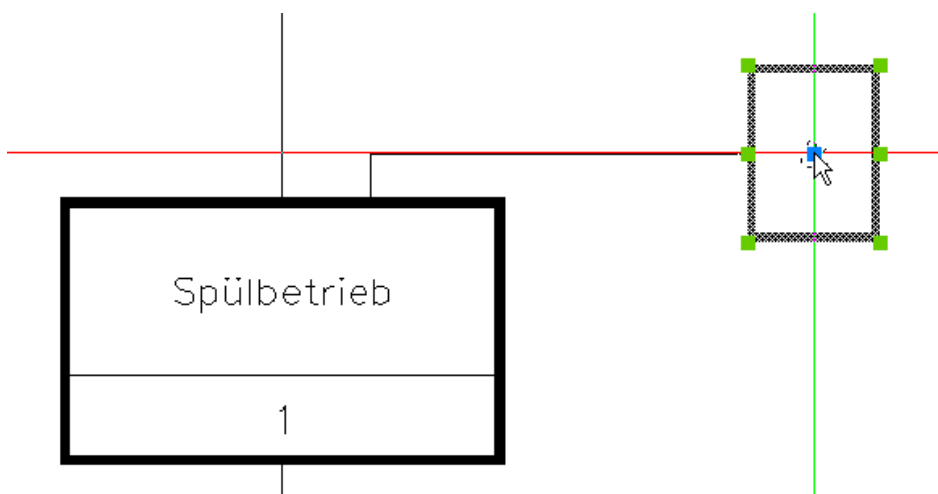

Bild 1.12 – Der Zustandsgraph wird nach dem Baukastenprinzip erstellt.
1. Die Anlage wird eingeschaltet, wenn der entsprechende Schaltbefehl aus der Management-Station (MS) erfolgt.
- Knüpfen Sie an den Zustand *Spülbetrieb* zunächst ein UND-Gatter an. Die zugehörige Funktion heißt *Zustandsgraph UND*. Platzieren Sie das Kästchen rechts und etwas oberhalb des Zustandes *Spülbetrieb*. Nach Aufforderung klicken Sie auf den Rahmen des Zustandes, um die beiden miteinander zu verknüpfen (Abb. 1.12).